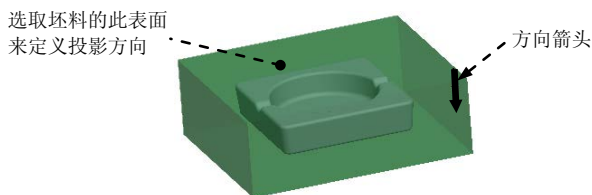

图 3.5 选取平面
Step2. 在“轮廓曲线”对话框中激活  后的文本框，然后选取图 3.5 所示的坯料表面，单击  按钮调整方向至图 3.5 所示。
Step5. 定义方向。在“裙边曲面”对话框中双击 **Direction (方向)** 元素，系统弹出 **GEN SEL DIR (一般选取方向)** 菜单。在系统  **选择将垂直于此方向的平面** 的提示下，选取图 3.5 所示的坯料表面；接受图 3.5 所示的箭头方向，单击 **Okay (确定)** 命令。